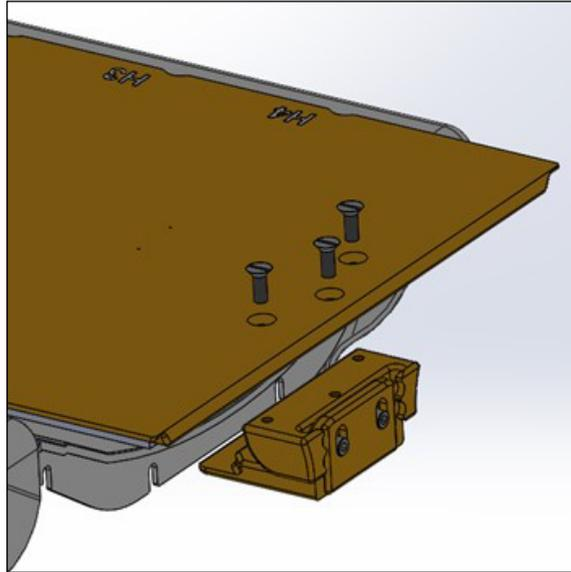

图 13
2. 使用塑料 $\frac{3}{8}$ -16 平头螺钉将头端配件安装到 CT 覆盖罩 (图 13)。